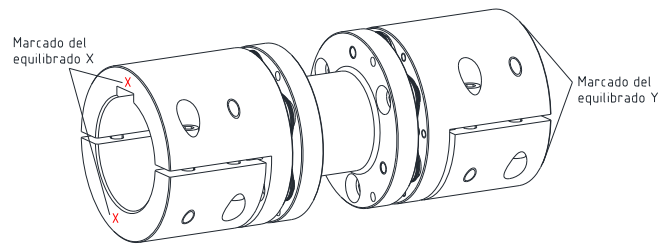

Figura 4: Identificación del acoplamiento
Controle que se haya asignado correctamente cada semicarcasa con su mangón. Tenga en cuenta el diagrama de equilibrado X (Y) según la figura 4.